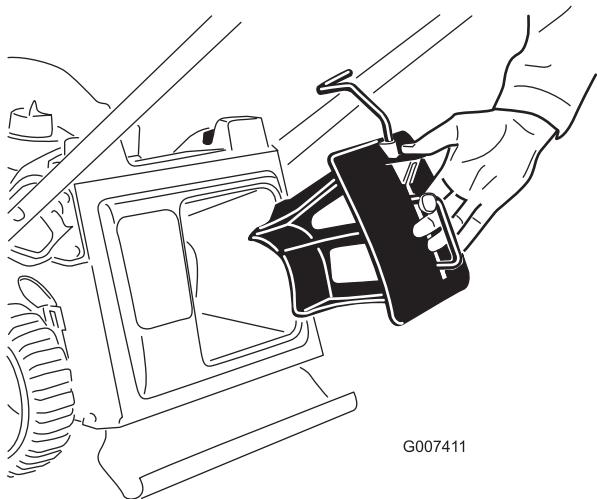

Bild 8
1. Setzen Sie den Mulchverschluss ggf. in die Maschine ein (Bild 8).